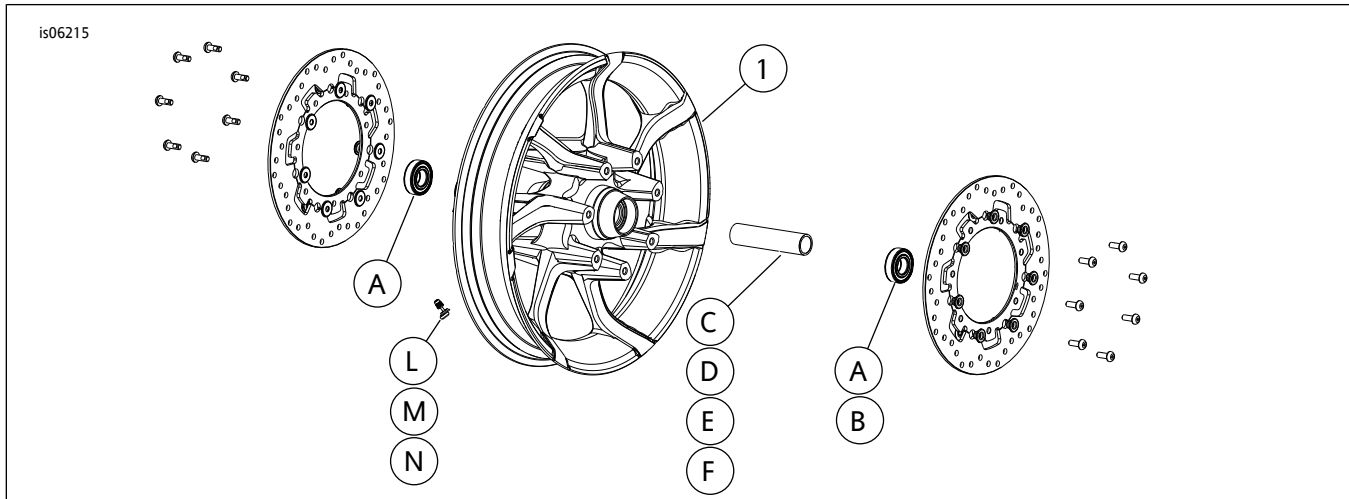

图1. 维修零件: Agitator前轮(图示为19英寸车轮)
参见图1和维修零件表。
2. 参见图1。在车轮上安装阀杆组件(L)。参见维修手册。